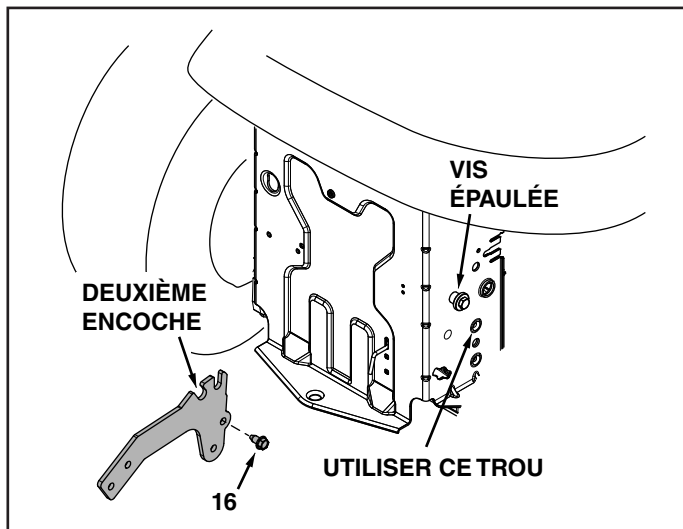

FIGURE 8
1. Mettez la deuxième encoche en haut du bras du support (2a) sur la vis épaulée de la paroi latérale de la barre d'attelage. Fixez le bas du bras à la barre d'attelage à l'aide d'un boulon hexagonal de 3/8-16 x 3/4 po (16). Faites la même chose de l'autre côté. Voir la figure 8.